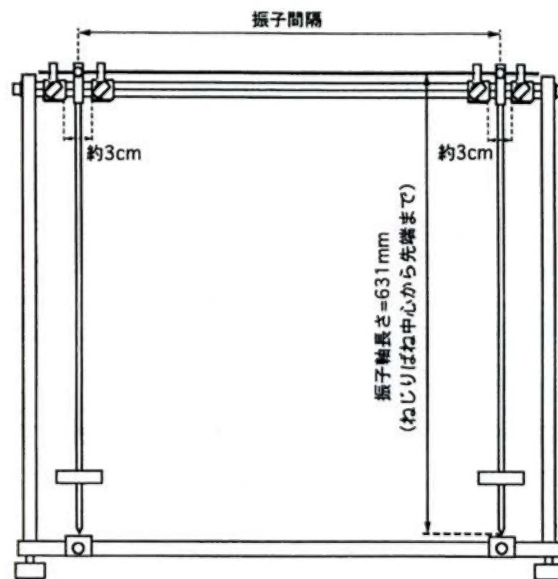

図6. 組立の5
4.8 (図6.参照) ・ 2個のクランプの組みで1つの振子を支えますので、クランプを2～3cm離して1組とします。
*振子軸の長さ (図6. 参照) は631mmとしてありますが、長さを変えたい場合や、ずれが生じた場合は図7.の振子長さ設定ねじをゆるめて設定してください。±4mmの範囲で調節できます。
4.13 ・ (11) ねじりばね (リン青銅線) を使うときも鋼線と同じようにしてください。